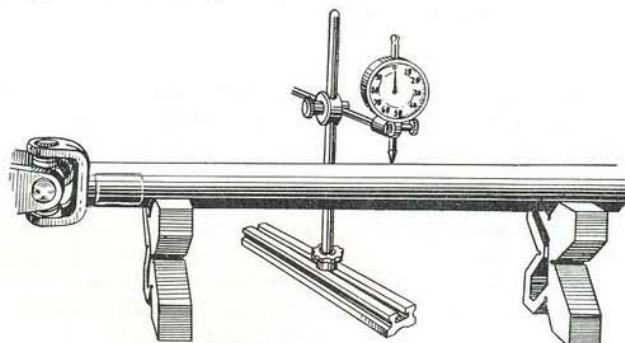

Рис. 144. Замер биения трубы карданного вала
1. Выправить погнутую трубу вала или заменить вал. Допустимое биение трубы вала в любой точке после правки — не более 0,6 мм править на призмах (рис. 144).